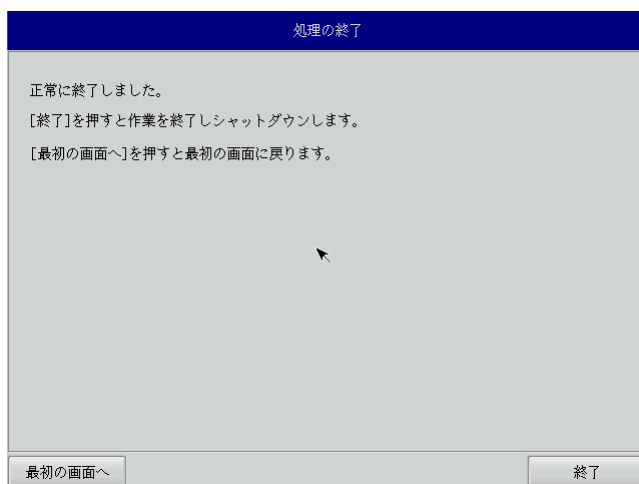

図 6-2-5. 終了画面
- ⑨ 終了画面 (図 6-2-5) が表示されると工場出荷イメージの書き込みは完了です。[終了]ボタンを押して電源を落とし、DVDドライブを外します。